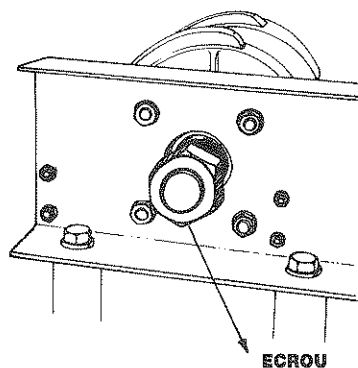

Fig. 29
2. On supprime un jeu trop important en serrant l'écrou situé à l'extrémité de l'arbre des lieurs, Fig. 29. L'ajustage doit être effectué aux six lieurs. Ne pas serrer de manière excessive. Chaque lieur devrait être suffisamment libre pour être soulevé à la main, mais pas de trop afin qu'il ne tombe pas.